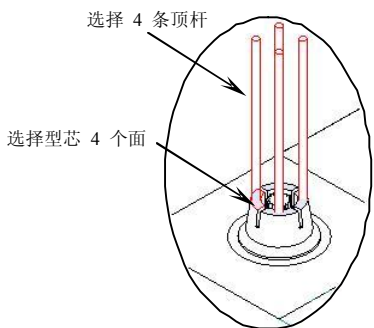
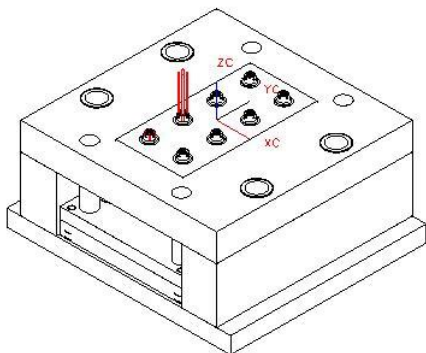

图5-64
图5-65
- 在【注塑模向导】工具条中单击【顶杆】按钮，弹出【顶杆后处理】对话框，选择 4 条顶杆，如图 5-64 所示。单击【工具片体】按钮，在【修剪曲面】下拉列表中选择【选择面】选项，选择型芯 4 个面，如图 5-64 所示，单击【确定】按钮修剪顶杆，如图 5-65 所示。